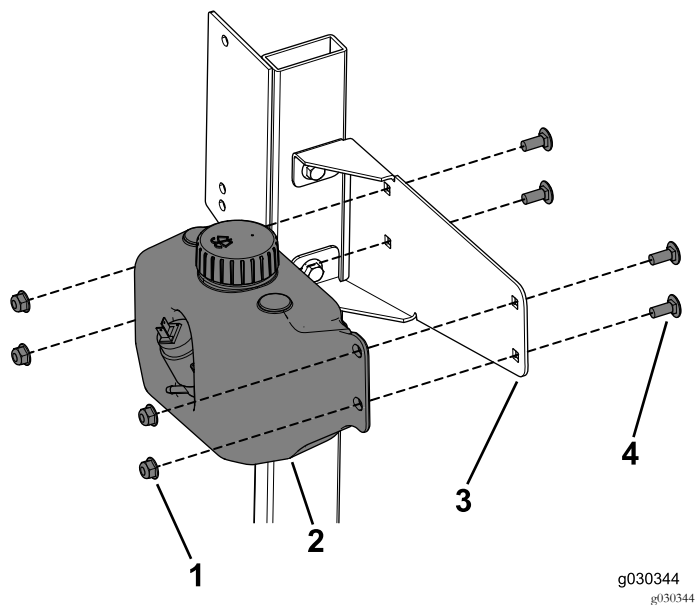

図 26
3. タンク用マウントにウォッシャー液タンクを取りつけるキャリッジボルト 5/16 x ¾ インチ 4本、フランジナット 4個を使用する 図 26。